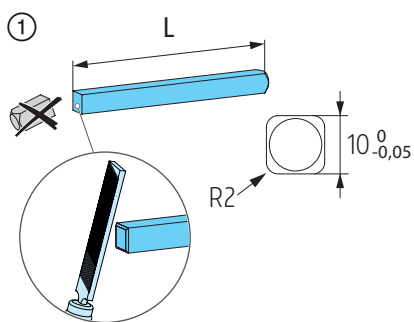

Abb. 25
- ① Vierkant ablängen und anfasen; **Abb. 25.**